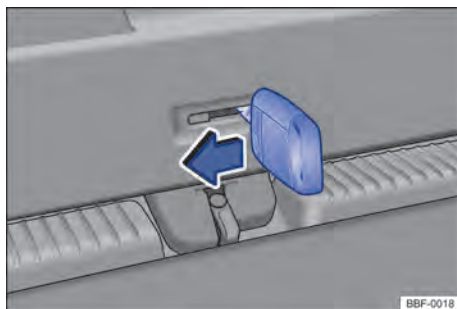

Fig. 60 No compartimento de bagagem: destravar a tampa traseira.
- Inserir a haste da chave na abertura na tampa traseira → Fig. 60 e deslocar a alavanca de destravamento no sentido da seta.